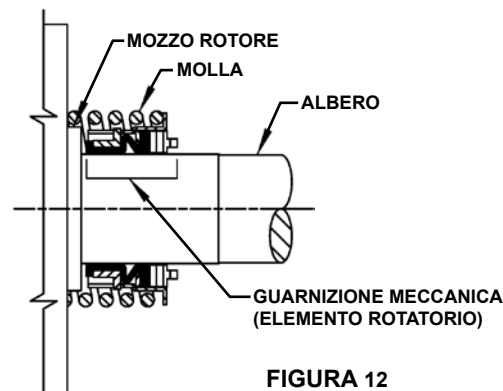

FIGURA 12
5. Posizionate la molla sull'albero contro il mozzo del rotore. **Figura 12**.